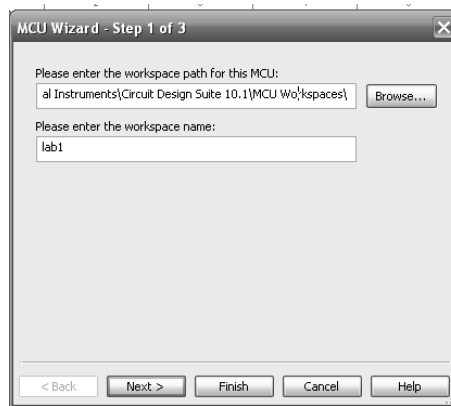

Рис. 2. Окно задания рабочего пространства
*Шаг 1. Определение рабочего пространства (рис. 2.)*
*Шаг 2. Создание проекта для микроконтроллера (рис. 2.)*